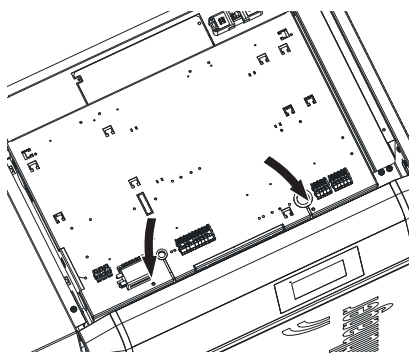

Fig. 138 Togliere le 2 viti del coperchio e aprire il coperchio
- Togliere 2 viti dal coperchio del quadro di comando e rimuovere il coperchio – Fig. 138.